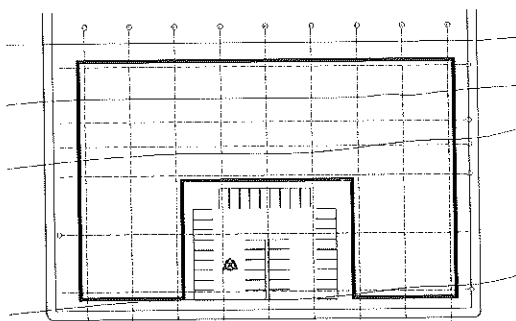
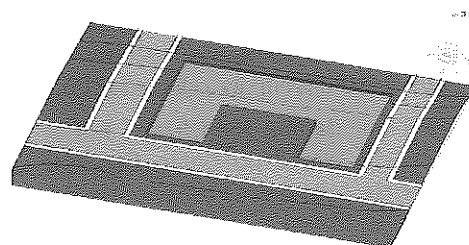

Figura A.18 - Contorno da plataforma de construção.
Figura A.19 - Vista da plataforma de construção criada em 3D.
3. Vamos criar a laje do térreo utilizando **Plataforma de construção**. Para criar uma plataforma de construção, clique na aba **Massa e terreno** e, no painel **Modelar terreno**, clique em **Plataforma de construção**. Em seguida, você entra no modo de desenho do contorno. Selecione **Linha** nas ferramentas de desenho e na barra de opções, em **Deslocamento**, digite 1.5. Vamos criar uma poligonal, tendo como base o eixo mais externo com distância de 1.5 m dele. Clique nos eixos mais externos e o desenho da poligonal fica a uma distância de 1.5 m do eixo. Clique no botão \bar{u} em **Concluir**. O desenho deve ficar como na Figura A.18. Mude para a vista 3D e o resultado deve ser semelhante ao da Figura A.19.